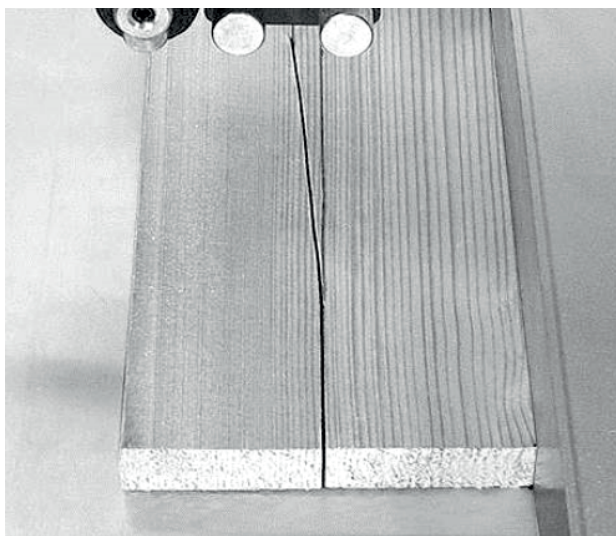

Рис. 10
Отклонение пильного полотна может происходить при использовании упора – пильное полотно отклоняется от линии реза (Рис. 10).
6. Поместите полотно на верхний и нижний шкивы и между направляющими подшипниками (рис. 10).